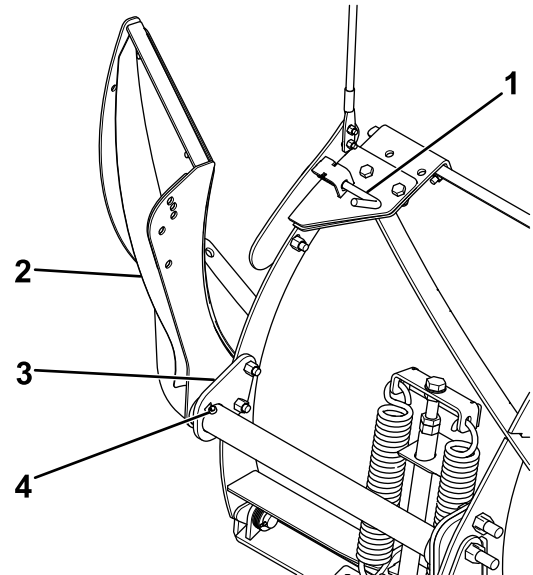

Figure 9
13. Tirez sur la goupille à ressort et tournez-la en position verrouillée (Figure 9).
14. Glissez le tube de l'ailette dans les supports de nervure jusqu'à ce que la goupille de fixation traverse le support extérieur (Figure 9).